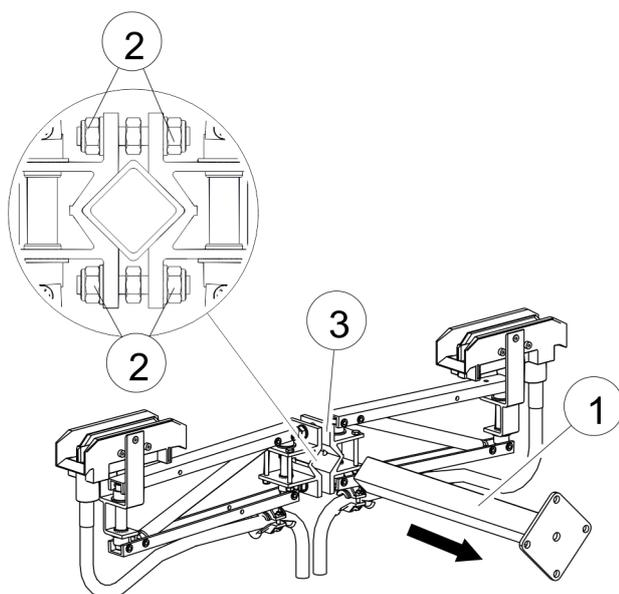

Fig. 117 : Montage d'un bras d'entraînement
- Fixer le bras d'entraînement (pos. 1) dans le logement médian (carré) (pos. 3) du capteur de courant. Serrer progressivement les écrous extérieurs M10 (pos. 2) en alternance au couple prescrit (SW 17, clé dynamométrique : 44 Nm) (voir Fig. 117 : Montage d'un bras d'entraînement). Respecter les tolérances et les remarques susmentionnées.